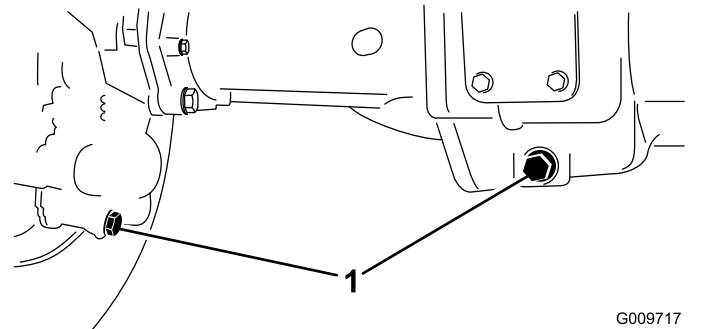

Bild 107
2. Reinigen Sie den Bereich um die drei Ablassschrauben, d. h. jeweils eine an jedem Ende und eine in der Mitte (Bild 107).